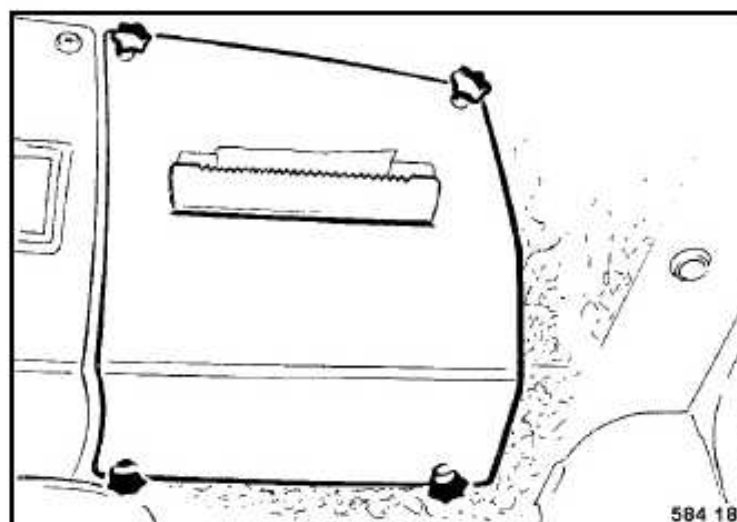

Fig. 91
- Desenroscar las empuñaduras de estrella (Fig. 91) y retirar la cubierta.